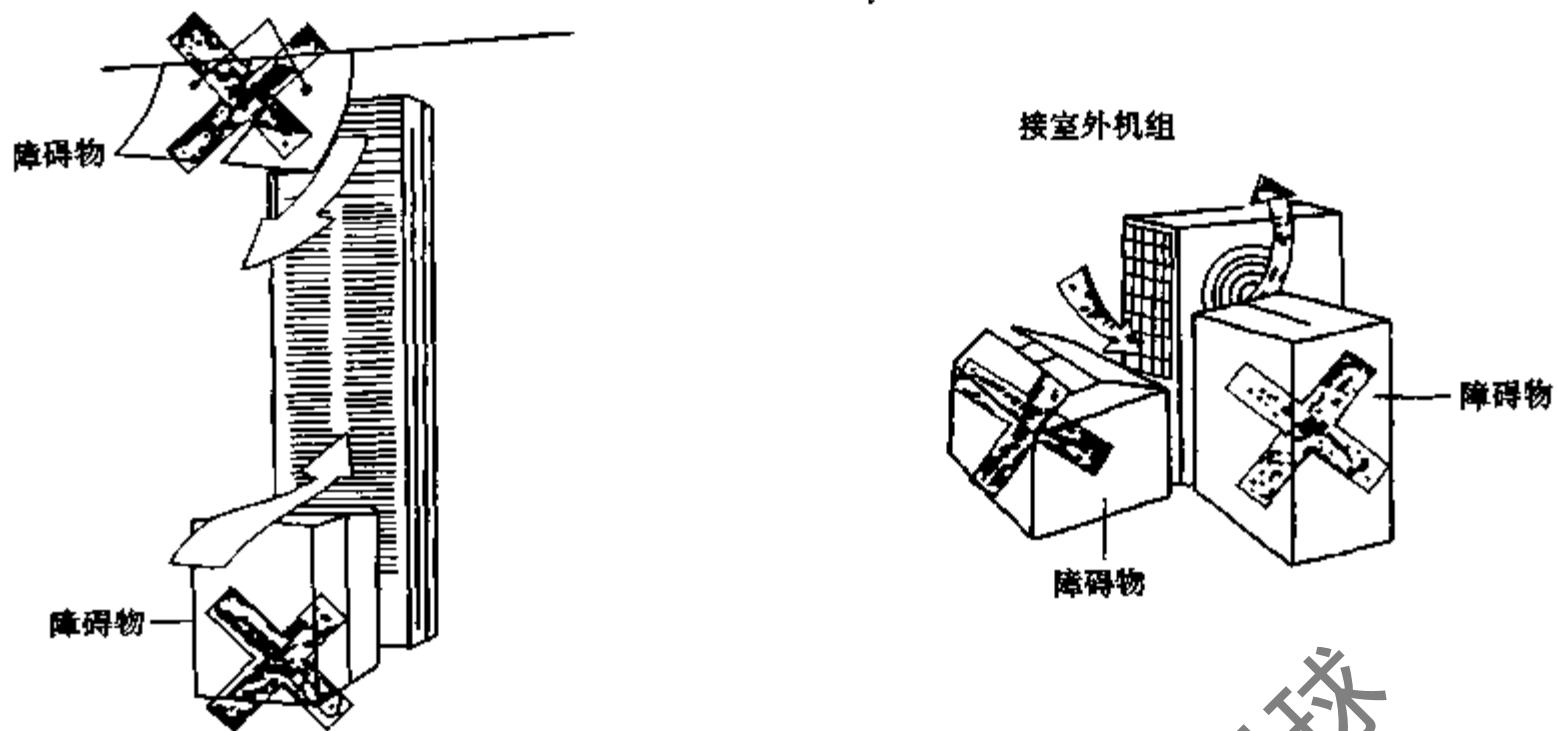

图 7-72 检查有无障碍物堵住出气口或进气口
- (1) 有无任何障碍物堵住气流出口或进口(见图 7-72)?
- (2) 室外机组的地线终端是否已正确接地?